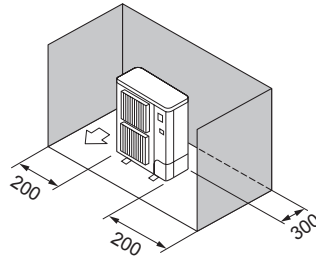

Fig. 2-8
- ③ Solo ostacoli posteriori e laterali (Fig. 2-8)